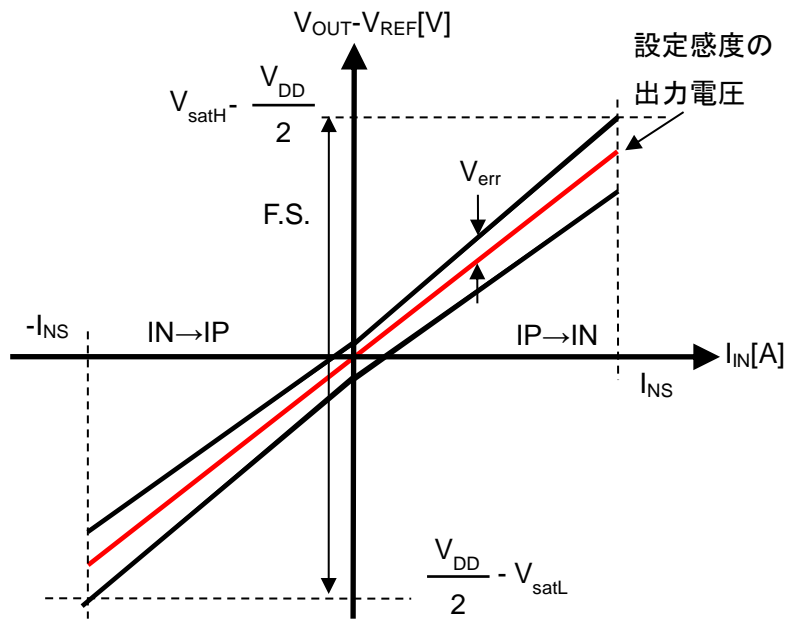

Figure 4. CZ-3705 の総合精度
10.4 総合精度 E_{total} [%F.S.]は以下のように定義します。(Figure.4 参照)